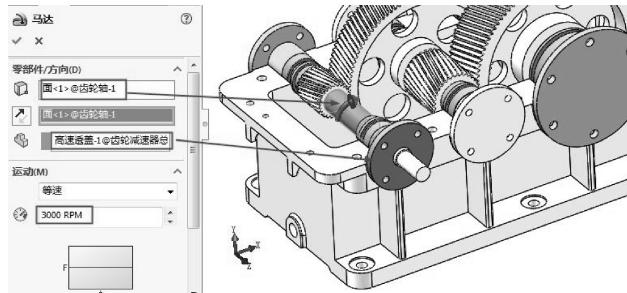

图 8-76 创建减速运动的马达
- 09 打开新的【运动算例2】界面窗口。单击【马达】按钮，将马达添加到小齿轮上（将小齿轮作为主动齿轮，大齿轮作为从动齿轮），设置运动转速为3000rpm，如图8-76所示。